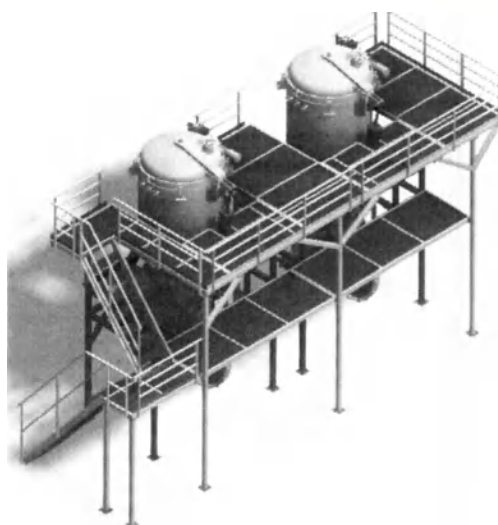

Рисунок 17
- ◆ Соберите поручни, соедините их с платформой и лестницей при помощи болтов и затяните их. (Рис. 17)